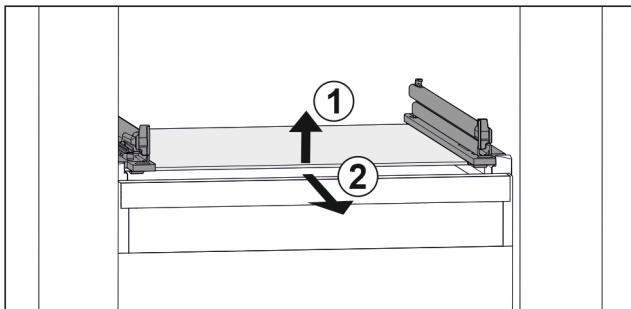

Fig. 74 Exemple de représentation de la tablette en verre
- Soulever la tablette en verre par l'avant. Fig. 74 (1)
- Retirer la tablette en verre par l'avant. Fig. 74 (2)